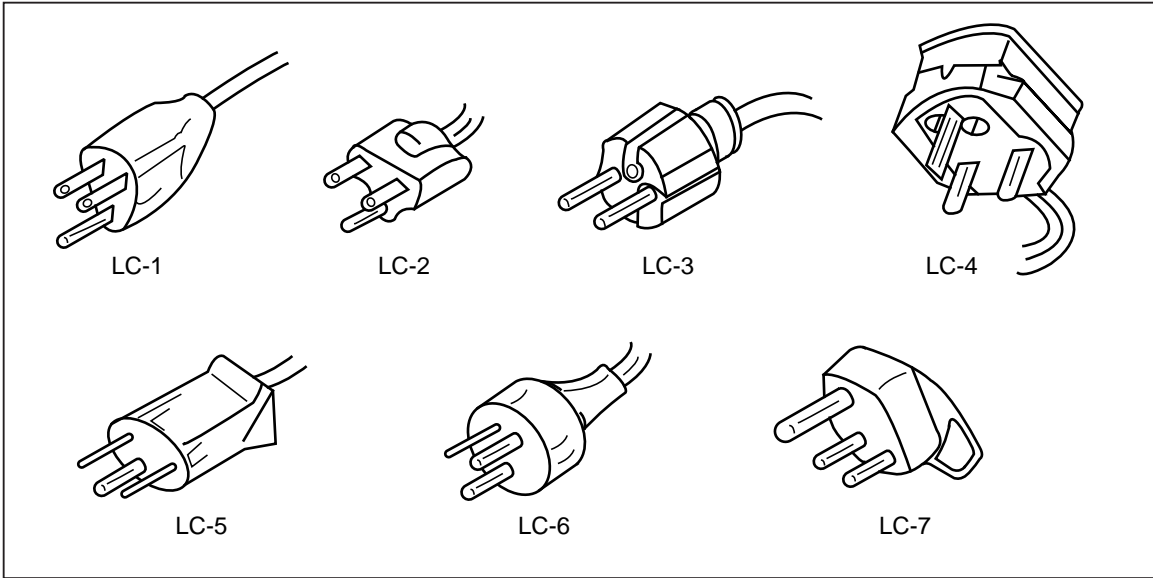

图 2-3. Fluke 提供电源电缆类型
3. 将电源线连接到具有合适接地的三芯插座。关于Fluke可提供的电源线类型的信息请参见图2-3。关于电源线说明的信息请参见Table 2-2。